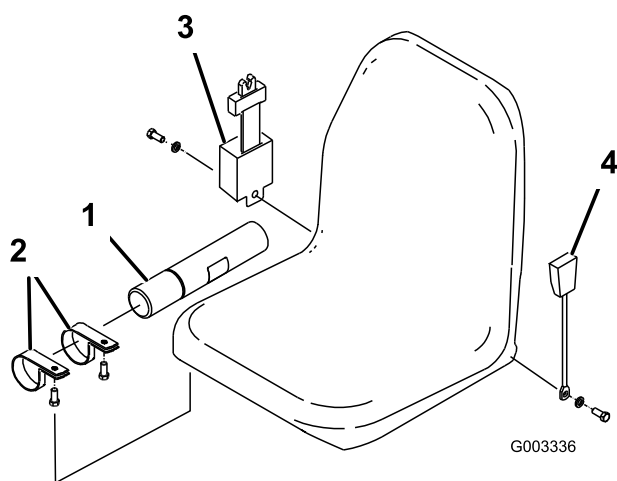

Bild 3
1. Befestigen Sie das manuelle Rohr mit den beiden Schellen, die lose mitgeliefert werden, an der Sitzfederung (Bild 3).
Sitzes (Bild 3). Der Sicherheitsgurtretractor muss an der rechten Seite des Sitzes und die Sicherheitsgurtschnalle an der linken Seite befestigt werden.